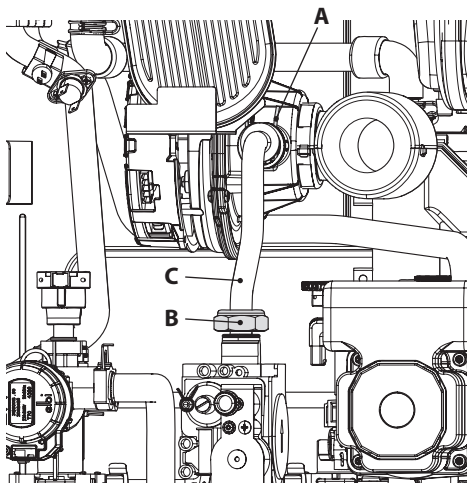

Figura 8.1
- Togliere la forcina A, svitare il girello B ed estrarre il tubo del gas C (Figura 8.1).
Attenzione per rimontare eseguire le operazioni effettuate in senso inverso, stando attenti a non rovinare la guarnizione OR del tubo gas quando si inserisce il tubo nel mixer aria/gas ed eseguire la prova di tenuta gas dopo aver stretto il girello del tubo gas (Figura 8.1).